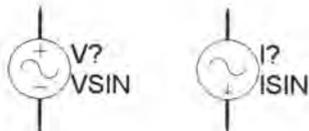

图 7-17 正弦电压源和正弦电流源符号
1) 正弦信号激励源 正弦信号激励源包括正弦电压源“VSIN”和正弦电流源“ISIN”，用来为仿真电路提供正弦激励信号，符号形式如图 7-17 所示。